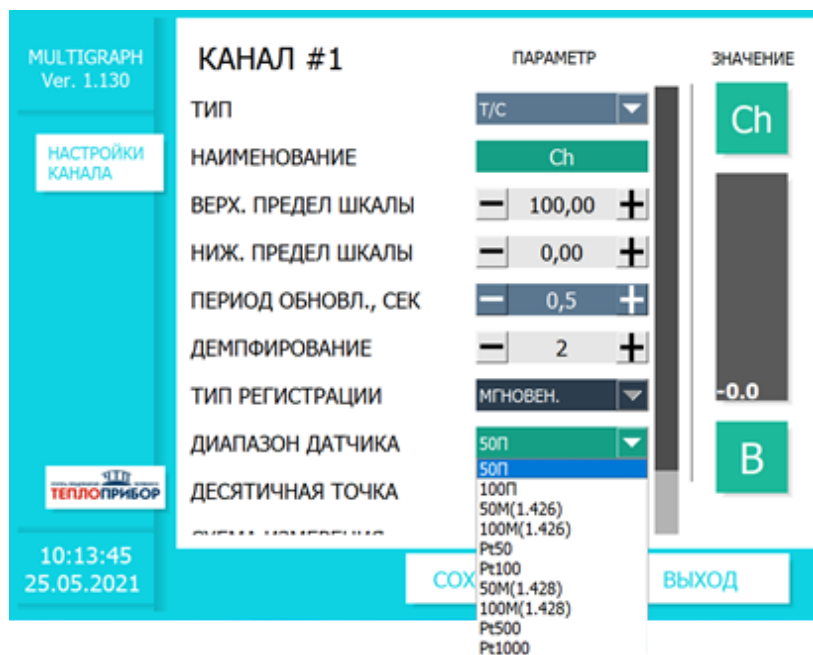

Рисунок 2.18 – Параметры настройки входа измерения термосопротивлений
4) При измерении температуры доступны следующие типы термосопротивлений: 50П, 100П, 50М (1,426), 100М (1,426), Pt50, Pt100, 50М (1,428), 100М (1,428), Pt500, Pt1000 (рис. 2.18).